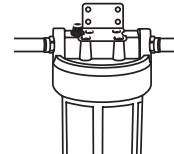

Figura 7
8. Asegure el soporte a la cabeza del filtro con los cuatro tornillos de cabeza Phillips incluidos. (ver Figura 7). Asegure el soporte a la pared con los cuatro tornillos de cabeza Phillips incluidos. Si es necesario taladrar los hoyos, el soporte puede ser usado como plantilla para marcar el lugar donde van los hoyos para los tornillos.